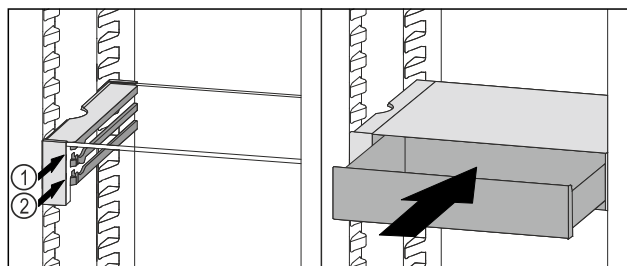

Fig. 122
- ▶ 将 VarioSafe 抽屉放置在所需肋梁 Fig. 122 (1) 或 Fig. 122 (2) 上的止动器后面。